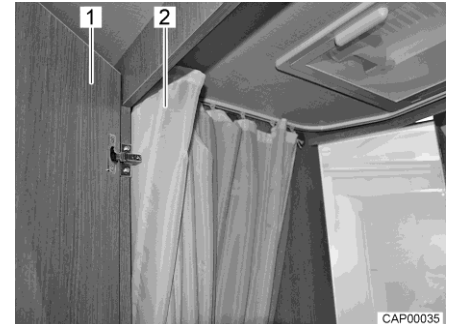

Bild 76 Toalett med dusch
- Stäng dörren (Bild 76,1) när du vill duscha och dra till duschkörhänget (Bild 76,2) helt, så att alla väggar är skyddade.